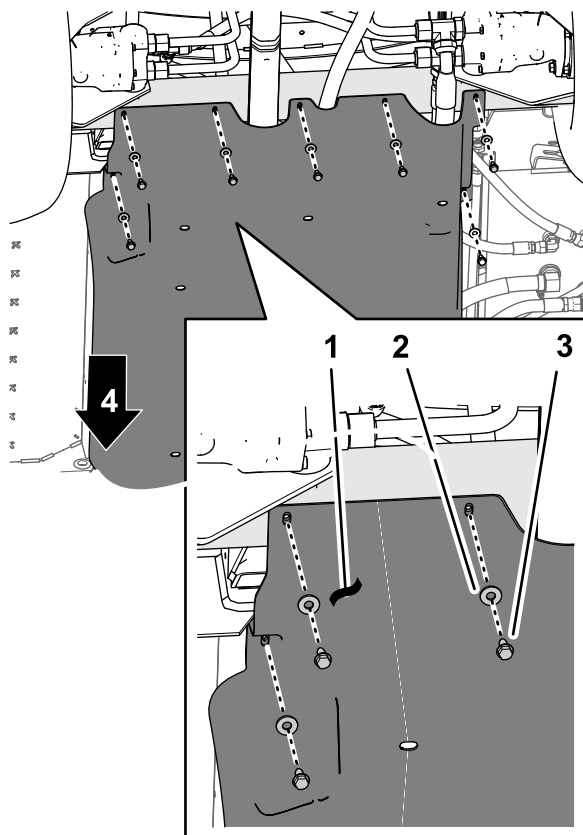
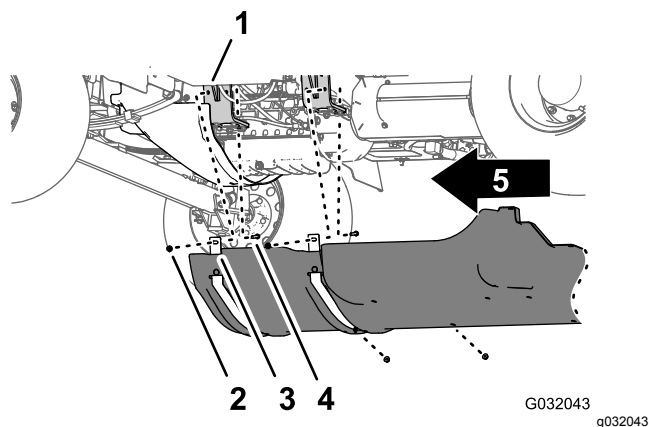

Figura 44
Figura 45
1. Retire los 7 pernos con arandela prensada (5/16" x 7/8") y las 7 arandelas (5/16") que sujetan la parte trasera del protector de bajos al chasis de la máquina (Figura 44).
2. Retire los 4 pernos con arandela prensada (5/16") de los pernos y del perno de cuello cuadrado que sujetan las bandas de sujeción del protector de bajos a los soportes de montaje del motor de la máquina (Figura 45).
4. Retire el protector de bajos de la máquina (Figura 44 y Figura 45).